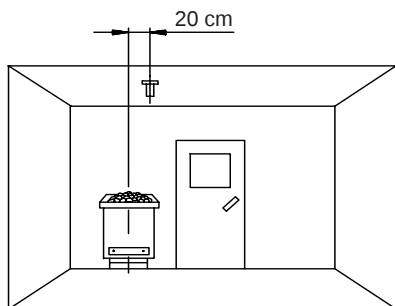

Рис. 7
Учитывайте, что следующие указания размеров относятся к значениям, которые были заданы при испытании прибора в соответствии с EN 60335-2-53. В принципе, датчик печи может быть установлен в том месте, где ожидается наивысшая температура. Вид места монтажа датчика представлен на Рис.7.
1. Датчик печи устанавливается в парилках размером до 2 x 2 м в соответствии с Рис. 7 и 8, в парилках большего размера – согласно Рис. 7 и 9.